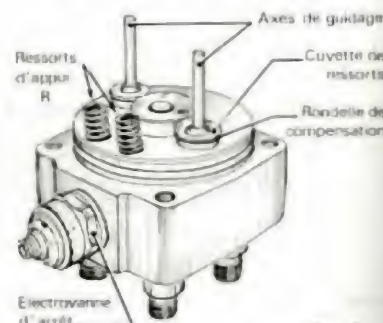

Fig. 38.
— Poser la tête hydraulique à l'envers sur l'établi (fig. 38). « Coller » (à l'aide de graisse ou de suif) les axes, rondelles, cuvettes, ainsi que les deux ressorts (R) d'appui des leviers.